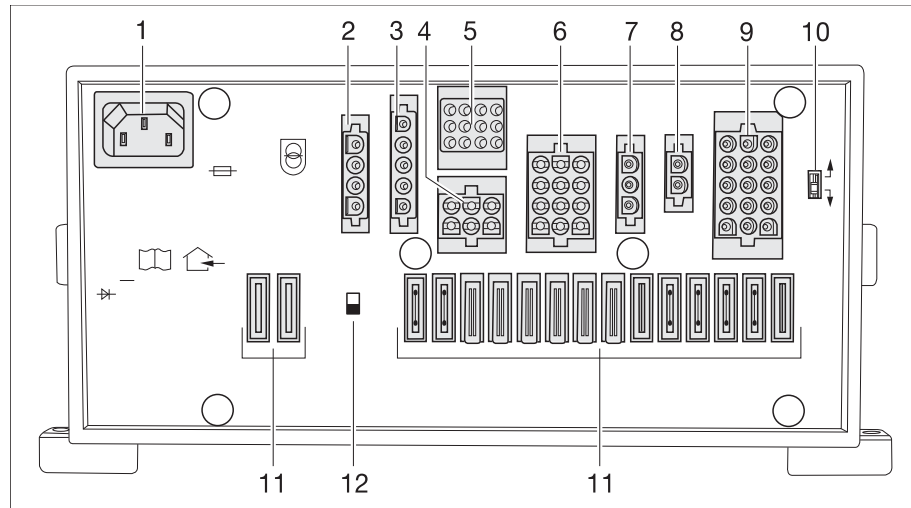

Bild 223 Elektroblock (EBL 119)
- ▷ Der Batterie-Trennschalter (Bild 223,12) trennt alle Verbraucher, die am Elektroblock angeschlossen sind, vom 12-V-Netz.
- ▶ Wenn der Batterie-Wahlschalter (Bild 223,10) falsch eingestellt ist, kann sich Knallgas bilden. Explosionsgefahr!
Am Batterie-Wahlschalter (Bild 223,10) kann das Lademodul im Elektroblock auf den Typ der im Fahrzeug eingebauten Wohnraumbatterie ("Blei-Gel", "Blei-Säure" oder AGM) eingestellt werden.